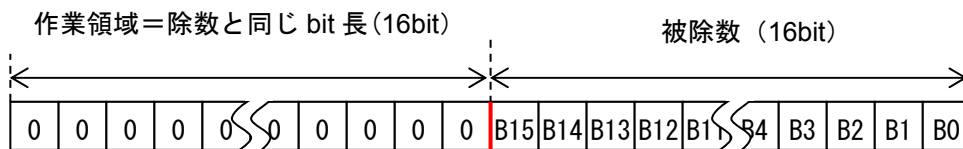

図 3.2 演算の前準備
- ① 減算の繰り返しによる除算を行うためには、被除数の上位に除数と同じビット長の作業領域を準備して、0クリアしておきます（図3.2参照）。